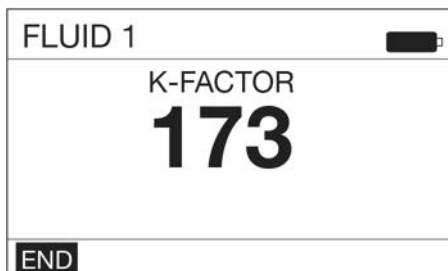

FIG. 63
6. Cuando se haya dosificado exactamente un (1) litro o (1) cuarto de fluido en el matraz, use el botón INTRO del centro del teclado para seleccionar END (Fin). Aparecerá una pantalla con la cantidad de fluido dosificado (la FIG. 63 muestra un ejemplo de la pantalla con el volumen dosificado).